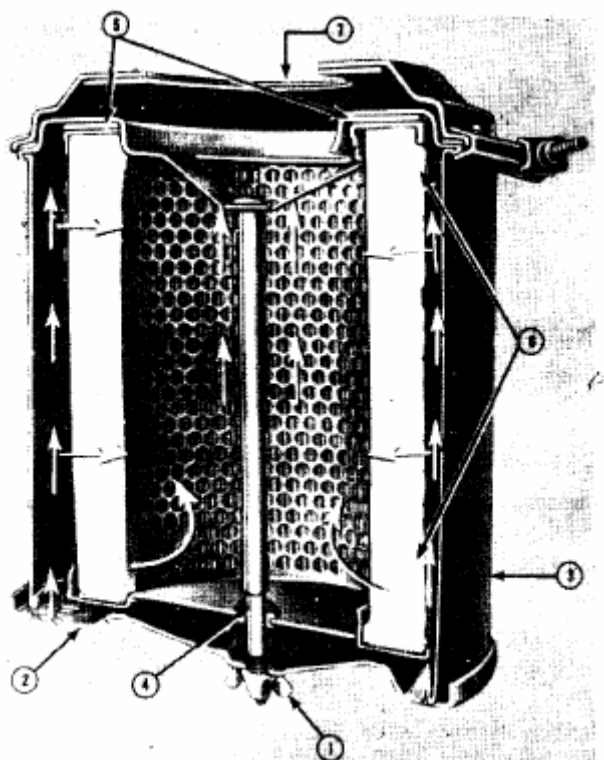

Рис. 2-9. (OM1028L). Очиститель воздуха сухого типа
Бумажный элемент в очистителях воздуха сухого типа (Рис. 2-9, 2-10, 2-11) могут очищаться несколько раз. Для их очистки используется сжатый воздух, который для того, чтобы выдуть пыль, должен подаваться под давлением 30 фунт /кв. дюйм [207 кПа]. При проведении очистки не подводите воздушное сопло слишком близко к бумажному элементу.
1. Отверните барашковую гайку (1, рис.2-9) прикрепляющую нижнюю крышку (2) к корпусу очистителя (3). Снимите крышку.